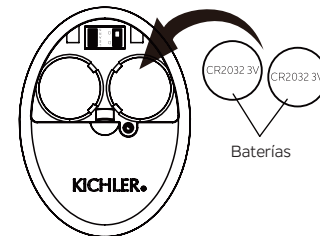

Figura 29
Paso 2. Para que el ventilador funcione, instale dos baterías CR2032 de 3 V (incluidas). Las baterías deben instalarse con el lado positivo (+) hacia arriba. Reemplácelas con baterías CR2032 cuando sea necesario. (Figura 29)